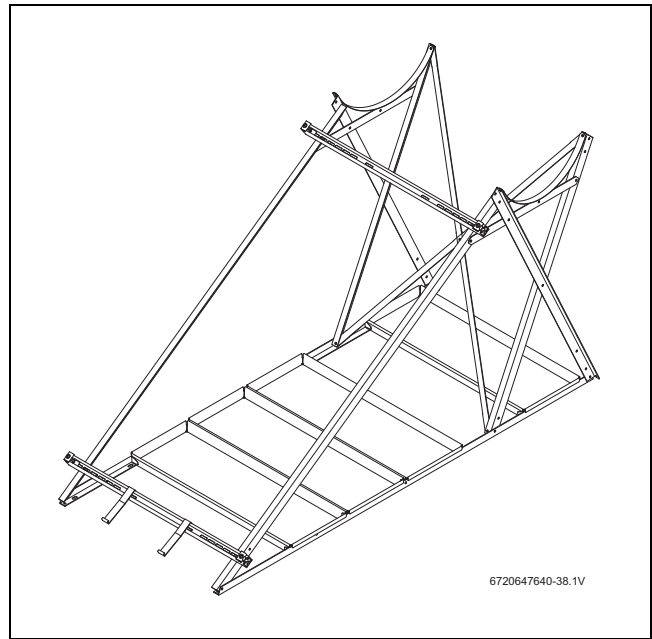

Fig. 29 Soporte para tejado plano fija con placas de hormigón, medidas en mm (sistema de 150/200 I)
- Fijar los perfiles mediante el anclaje en placas de hormigón (Fig. 29).